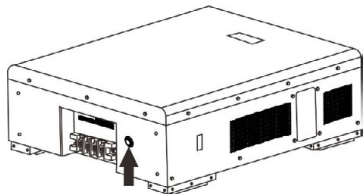

Figura II.13
2. Accendere la batteria al litio (Figura II.13).